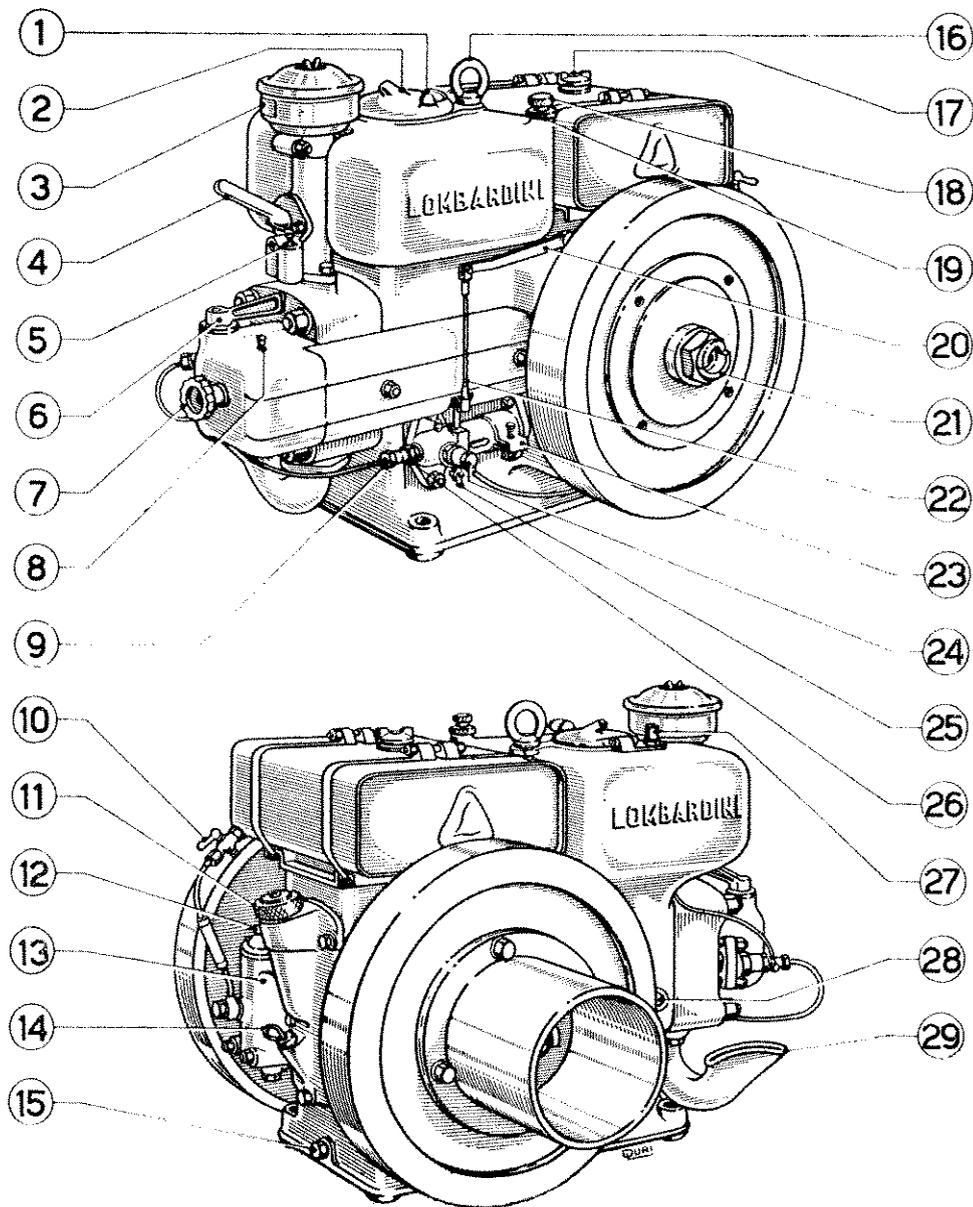

fig. 10
ARRESTO DEL MOTORE (fig. 10)
a) Scaricare l'acqua del motore svitando il tappo 28) (Fig. 10).